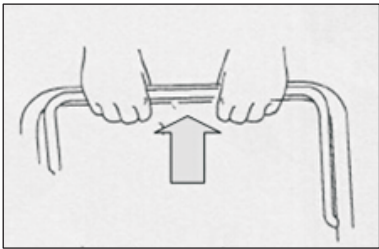

Abb. 2A
b) Stellen Sie sich hinter das Gerät, greifen Sie den Bremsgriff und ziehen Sie ihn gegen den oberen Griff (Abb. 2A).